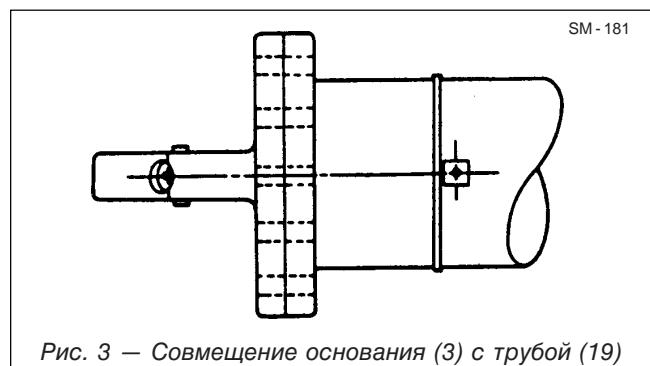

Рис. 3 — Совмещение основания (3) с трубой (19)
1. Замените смазочный штуцер (25) в концевике (26) и установите новые втулки (2 и 17) в основание (3) и в концевик (26), соответственно, если они были сняты при разборке.
2. Установите новое уплотнение (20), износное кольцо (21) и маслосъемное кольцо (22) в трубу (19).
3. Установите новые уплотнения (15) на трубу (16) и вставьте трубу (16) в трубу (13).
4. Установите новое износное кольцо (11) и поршневые кольца (12) на трубу (13) и вставьте трубу (13) в трубу (19).
5. Установите новое уплотнение (8), износное кольцо (9) и маслосъемное кольцо (10) в трубу (7).
6. Установите новое износное кольцо (6) на внутреннюю трубу (7) и вставьте внутреннюю трубу (7) в наружную трубу (19).
7. Установите новое опорное кольцо (24) и кольцевое уплотнение (23) на концевик (26).
8. Установите концевик (26) в сборе в трубу (13) и затяните концевик (26) усилием 1900–2300 Нм (1400–1700 фунт-сил/фут).
9. Вставьте установочный винт (14) в трубу (13).
10. Установите новое кольцевое уплотнение (5) и маслосъемное кольцо (4) на основание (3) и совместите основание (3) и трубу (19) как показано на рис. 3.
11. Прикрепите основание (3) к трубе (19) болтами (1) и гайками (18). Затяните болты (1) усилием 156–176 Нм (115–130 фунт-сил/фут).
См. рис. 3. Когда оператор отпускает педаль (50), регулировочный золотник (8) утрачивает равновесие и перемещается вверх, открывая выпускные отверстия «B1» и «B2» в порт бака «T». В этот момент масло из магистралей «B1» и «B2» поступает в бак через порт бака «T», выключая тормоза.